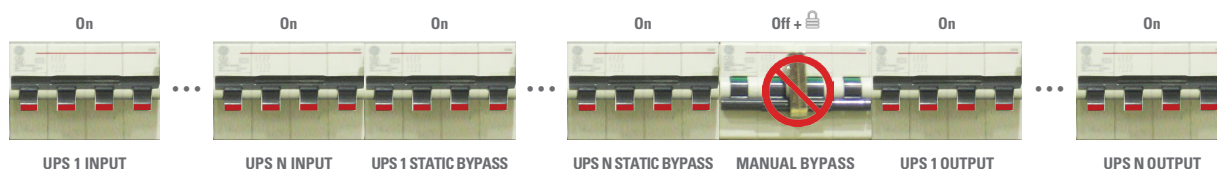

Fig. 12. Posición de los interruptores del cuadro de bypass en «Funcionamiento normal» (con varios SAI's).
- Accionar los interruptores «UPS 1 INPUT» a «UPS N INPUT» y «UPS 1 OUTPUT» a «UPS N OUTPUT» del cuadro de bypass a posición «On». Si además dispone de línea de bypass estático independiente (-B), accionar también los interruptores «UPS 1 STATIC BYPASS» a «UPS N STATIC BYPASS» del cuadro a posición «On». En la ilustración de la Fig. 12 se muestra la posición en que deben encontrarse los interruptores del cuadro después de la operatoria.